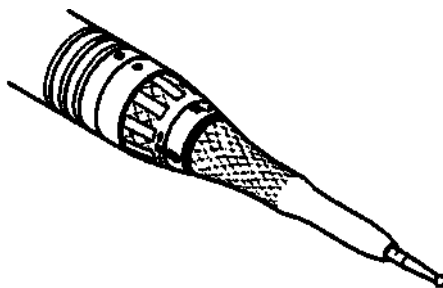

Рисунок 2 – Установите фиксатор и режущую принадлежность
3. Надежно установите фиксатор и режущую принадлежность на удлинитель (Рисунок 2). См. инструкции по эксплуатации, входящие в комплект поставки фиксатора.